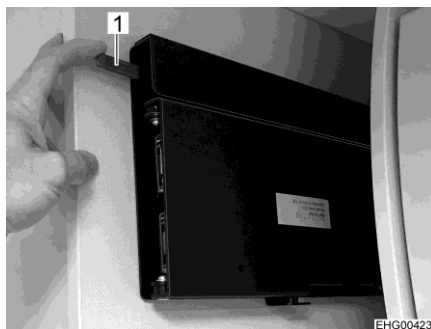
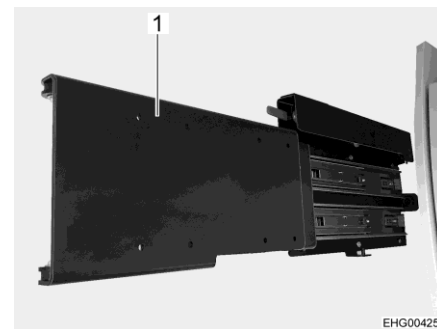

Fig. 82 Déverrouiller la rallonge
Fig. 83 Rallonge (sortie)
- Pousser le levier rouge (Fig. 82,1) vers le bas et faire sortir la rallonge (Fig. 83, 1). L'écran plat est orienté vers la cellule.